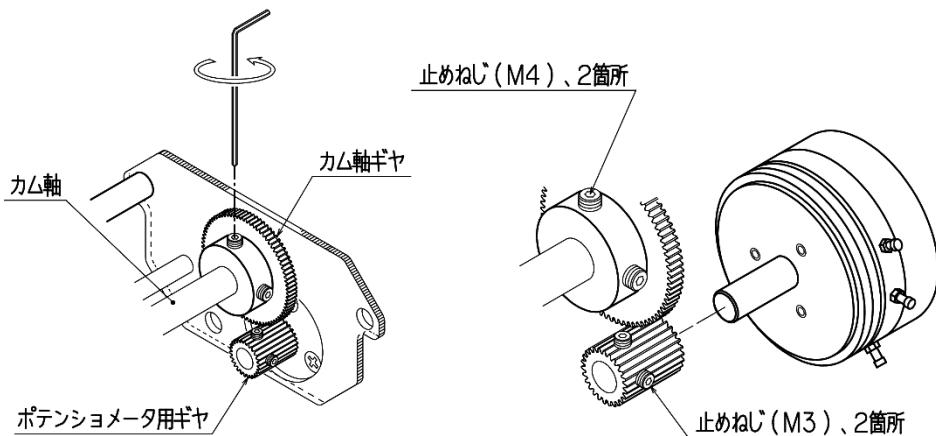

図10：ポテンショメータの調整
⑨ポテンショメータに付いているギヤを外し、ポテンショメータを取付板から取り外します。
⑩新しいポテンショメータを取付板に取付け、⑨で取り外したギヤをポテンショメータ軸に取付けます。(図10参照)
⑥RM端子に(+)、WM端子に(-)をデジタルマルチメータ等(電圧レンジ)にてて、電圧値を測定しながらカム軸ギヤを指で回し、電圧値が約40mVとなる位置でカム軸ギヤの止めねじを仮固定します(図10参照)。前項ポテンショメータの交換から引き続き作業を行っている場合は、(1)⑤で測定した数値に近くなるように調整します。
⑦そのまま電圧値を測定しながら電動操作または手動ハンドル搭載機種の場合は手動操作で全開位置まで動作させます。この時電圧値が徐々に上昇していく、全開位置で約5Vになることを確認します。また、途中でデジタルマルチメータ等の数値が異常な値を示さないかの確認も同時に行います。